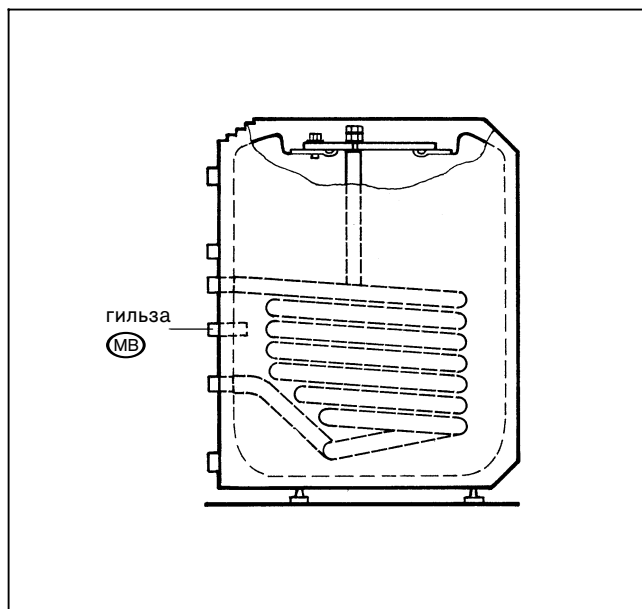

Рис. 9 – Принципиальный чертёж
- Произвести монтаж датчиков в гильзу (MB) на задней стороне бойлера (рис. 9).